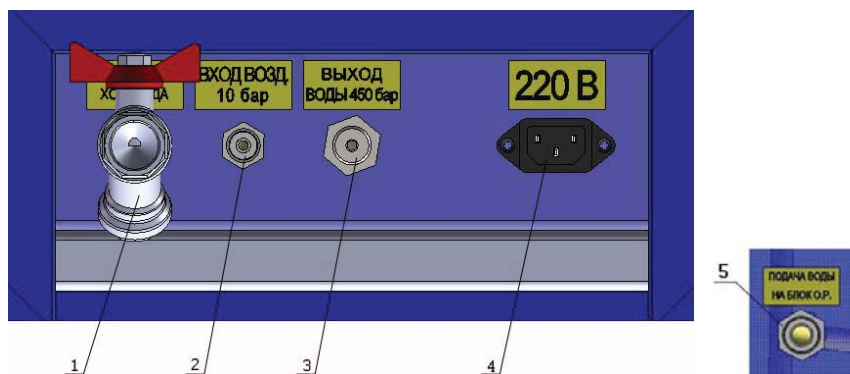

Рис. 9
- подсоединить трубку от пневмосети к фитингу 2 «вход воздуха 10 бар» (рис. 9) на боковой панели бокса;